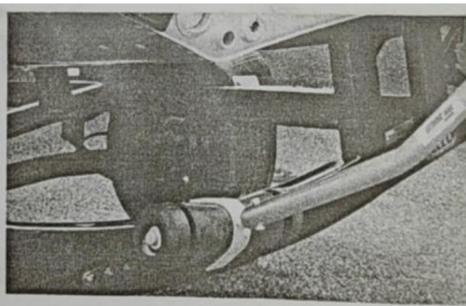

Figura 2
2. Come mostrato nella Figura 2, installare l'asta regolabile 3 (numero 7) sulla staffa del tamburo del rimorchio.